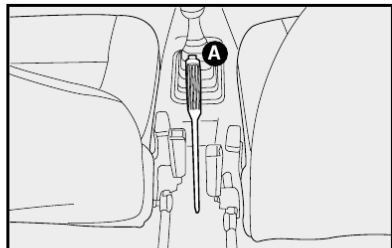

fig. 1
### FREIO DE MÃO fig. 1
1) Levantar levemente a alavanca e apertar o botão de desengate **A-fig.1**.